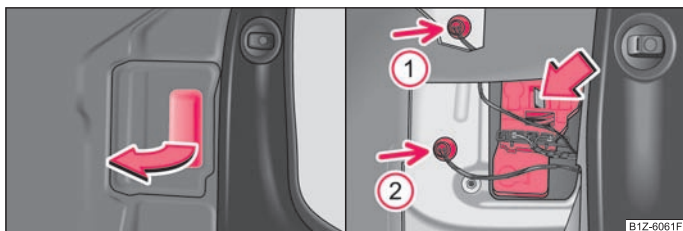

Fig. 202 Spaiul pentru bagaje: Capacul suportului becului/Demontarea suportului lămpii
- Deschidei capacul suportului cu becuri ⇒ fig. 202 - stânga.
- Scoatei becurile lămpii (săgeata ① și ②).
- Apăsai elementele de fixare în sensul săgeii și scoatei suportul cu becuri ⇒ fig. 202 - dreapta.
- Scoatei becurile lămpii finale (săgeata ① și ②).
- Scoatei becul defect (săgeata ① respectiv ②) din carcasă și înlocuii-l cu unul nou.